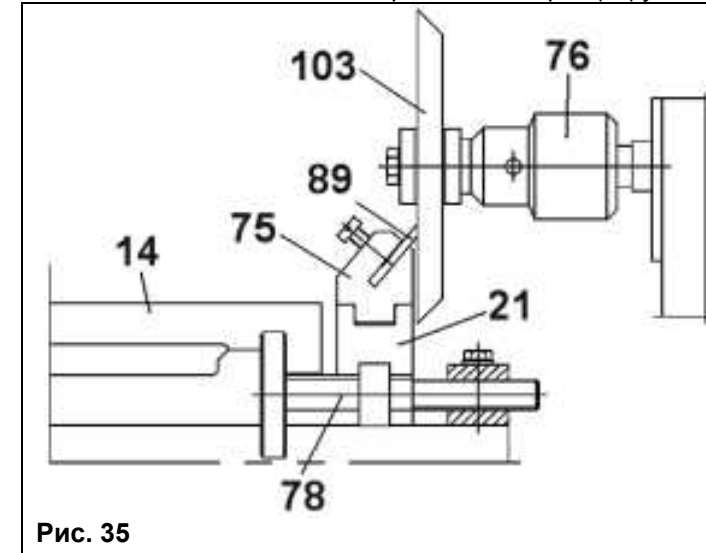

Рис. 35
9.8. Заточка режущего инструмента (Рис. 35)
9.8.2. Как показано на Рис. 35, в сверлильный патрон (76) установите и закрепите собранный на оправке заточный диск (103).